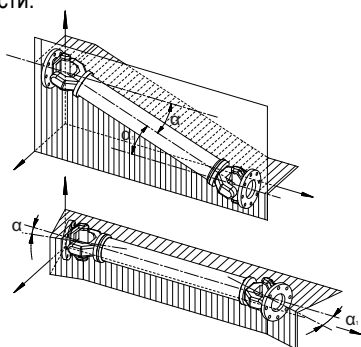

Рис. 4.6
- Для обеспечения равномерного движения ведомого вала необходимо, чтобы были выполнены следующие условия (см. Рис. 4.6):